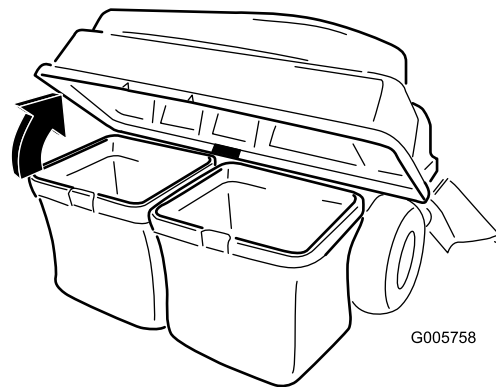

Figura 32
3. Otvorite (podignite) poklopac sakupljača (Figura 32).